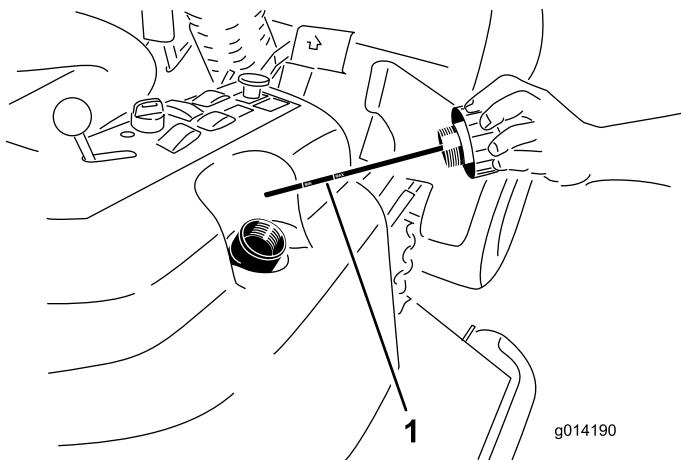

Figura 62
2. Togliete il tappo di riempimento del fluido idraulico dal collo del bocchettone (Figura 62).
3. Togliete l'asta di livello ed asciugatela con un panno pulito (Figura 62).
4. Avvitare a fondo l'asta di livello nel bocchettone di riempimento, quindi estraetela e controllate il livello del fluido (Figura 62).